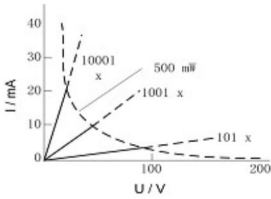

图 7 硫化镉光敏电阻伏安特性
(1) 伏安特性：在一定照度下，流过光敏电阻的电流与光敏电阻两端的电压的关系称为光敏电阻的伏安特性。光敏电阻在一定的电压范围内，其 $I-U$ 曲线为直线，如图 7 所示。测量方法，请参考亮电流测量原理图， R_L 取 1k 。先固定一个照度，再选取 0V 、 2V 、 4V 、 6V 、 8V 、 10V 作为测量电路的偏压值 E ，依次测得不同偏压下的亮电流。由亮电流和对应偏压值绘制出伏安特性曲线。然后再选取另一照度，重复整个测量过程。测量原理图参考图 2-6。